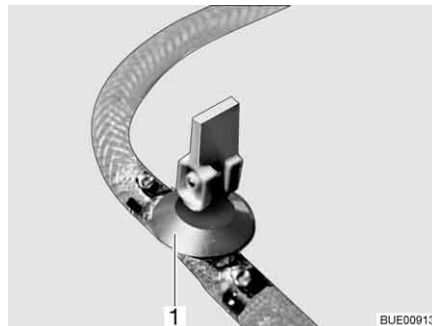
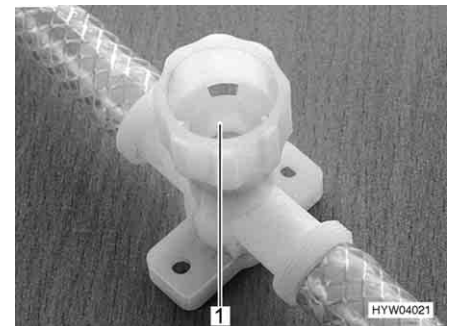

Fig. 169 Rubinetto di scarico (con leva a bilancere)
Fig. 170 Rubinetto di scarico (con tappo a vite)
- Chiudere tutti i rubinetti di scarico. Mettere la leva a bilanciere del rubinetto di scarico (Fig. 169,1) orizzontale o chiudere il coperchio del rubinetto di scarico (Fig. 170,1) in senso orario.